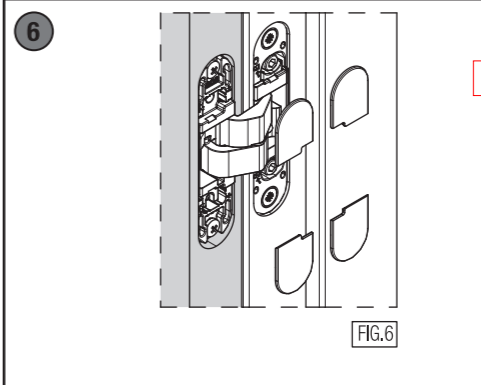

FIG.6
- \* Applicare le mostrine come da rappresentazione (fig.6).
- \* Anbringung der vorderen Abdeckungen (siehe Abb.6).
- \* Application of the frontal coverings (fig.6).
- \* Insérer les caches de finition (fig.6).
- \* Plaats de plastic covers op het scharnier (fig.6).
- \* Установите декоративные колпачки (рис.6).
- \* Montaż nakładek (rys.6).